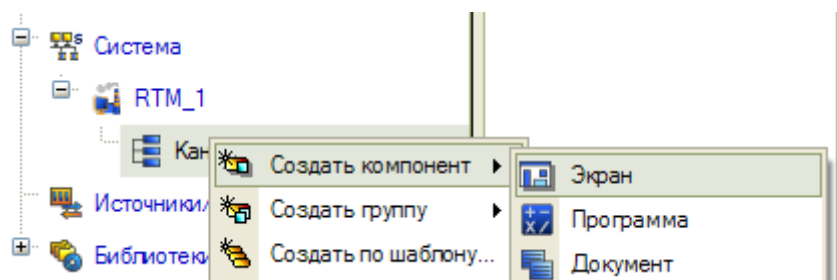

Рисунок 4 – Создание компонента Экран
5. В созданном узле RTM в группе Каналы создайте компонент Экран (см. рис. 4).